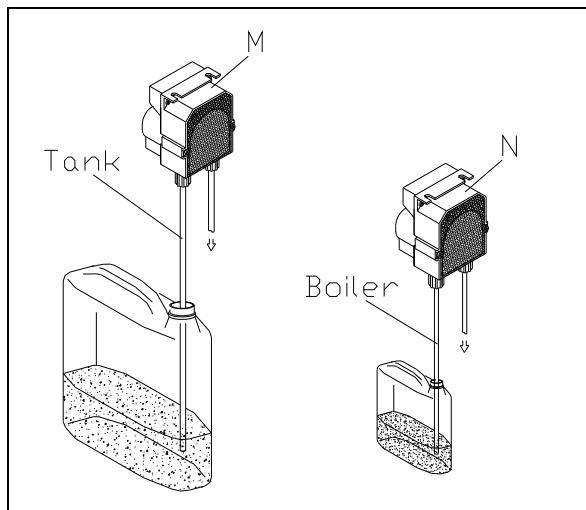

Fig. 3-4
- I dosatori di detersivo (M) (a richiesta) e brillantante (N) sono regolati dal costruttore. Nel caso si rendesse necessaria una diversa taratura agire sulla vite di regolazione degli stessi dosatori. I contenitori di detersivo e brillantante (se non in dotazione all'apparecchio) vanno posti presso la macchina ed il prelievo viene effettuato attraverso i tubi di raccolta trasparente (Tank per il detersivo e Boiler per il brillantante) situati nella parte posteriore dell'apparecchio (fig.3-4).
- The detergent dispenser (M) (optional) and rinse aid dispenser (N) are regulated by the manufacturer. If the setting needs to be changed, turn the regulating screw on the dispensers. The detergent and rinse aid containers (if not provided with the appliance) should be placed next to the machine and connected to the transparent pipes fitted to the back of the appliance (Tank for the detergent and Boiler for the rinse aid) (fig.3-4).
- Die Dosierer des Reinigungsmittels (M) (auf Anfrage) und des Glanzspülmittels (N) werden werkseitig eingestellt. Für andere Einstellungen die Stellschraube der Dosierzvorrichtung regeln. Die Behälter für Reinigungsmittel und Glanzspülmittel (wenn nicht mit dem Gerät mitgeliefert) müssen in unmittelbarer Nähe der Maschine stehen und die Entnahme erfolgt über die durchsichtigen Schläuche (Tank für das Reinigungsmittel und Boiler für Glanzspülmittel) an der Rückseite des Geräts (fig.3-4).
- Les doseurs du détergent (M) (sur demande) et du produit de rinçage (N) seront réglés par le constructeur. S'il vous fallait régler différemment, faire tourner la vis de réglage sur les doseurs mêmes. Les alvéoles à détergent et à produit de rinçage (si non fournies avec l'appareil) seront mises près de la machine et le prélèvement sera effectué par des tubes transparents (Tank pour le détergent et Boiler pour l'agent de brillantage) situés derrière l'appareil (fig.3-4).
- Los dosificadores de detergente (M) (a pedido) y abrillantador (N) salen de la fábrica regulados por el Constructor. En el caso de que se necesitara una regulación distinta, usar el tornillo de dosificación de los propios dosificadores. Si los contenedores de detergente y abrillantador no forman parte del equipamiento base, se deben colocar cerca de la máquina; el detergente y el abrillantador se sacan a través de los tubos de toma transparentes (letrero Tank para el detergente y Boiler para el abrillantador) ubicados en la parte trasera del aparato (fig.3-4).